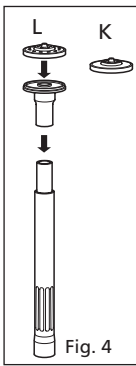

Fig. 4
2. Wybrać żądaną fontannę jak powyżej i zamontować na pompie. 2- i 3-pozomową głowicę mocuje się bezpośrednio na trzonie (zob. rys. 4).
4. Zastosowanie głowicy 2-pozomowej, zob. rys. 4 (K), daje wyższy i bardziej skoncentrowany rozprysk niż w przypadku głowicy 3-pozomowej, rys. 4 (L).